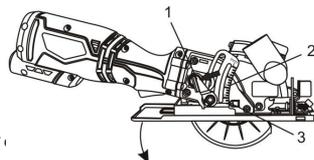
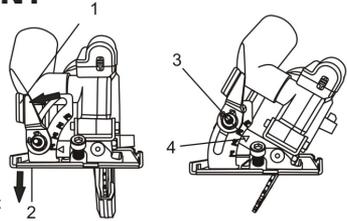

Figure 2
Figure 3
2. Insérer la clé hexagonale (2) de 5 mm dans la vis de la lame (figure 3). Tout en appuyant vers l'intérieur sur le bouton de verrouillage de l'arbre, tourner la clé hexagonale dans le sens horaire jusqu'à ce que le bouton de verrouillage de l'arbre s'engage dans l'arbre de la lame. Continuer à tourner la clé hexagonale dans le sens horaire et retirer la vis de la lame et la bride extérieure de la lame (4).
1. Tourner le levier de verrouillage de la profondeur de coupe (1) dans le sens antihoraire (figure 2).
1. Tourner le levier de verrouillage de l'angle du biseau (1) dans le sens antihoraire (figure 3).
2. Tourner la semelle (2) à la profondeur désirée.
2. Régler la profondeur (figure 2) et l'angle de biseau à 0 degré (figure 3).